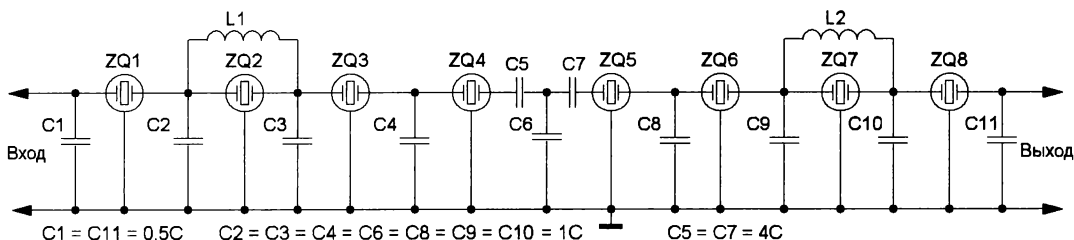

Рис. 3.5
Были собраны макеты фильтров на двух, трёх, четырёх, шести и восьми резонаторах в соответствии со схемами, показанными на **рис. 3.1—рис. 3.5** соответственно. Им были даны условные названия по числу резонаторов: QF2, QF3, QF4, QF6 и QF8.
На практике при расчёте лестничных фильтров используют понятие "номинальная ёмкость" (в схемах на рис. 3.1—рис. 3.5 это — C), которую рассчитывают по определённым формулам, в которые входят импеданс (Z), частота (F), ёмкость конденсаторов (C) и подобранный корректирующий коэффициент (k). Такие формулы имеют обобщённый вид  $C = k/(Z \cdot F)$ , и с достаточной точностью для фильтров на частоту 30...70 МГц и импедансом 50...240 Ом можно использовать формулу  $C = 220000/(Z \cdot F)$ , где C — в пикофарадах; Z — в омах; F — в мегагерцах. В схемах на основе этой номинальной ёмкости всем конденсаторам придадут свой множитель (обычно 0,3...10), как это сделано в указанных схемах. Это удобно тем, что в схеме можно указать распределение ёмкостей конденсаторов для получения некоторого типа АЧХ и легко пересчитать варианты. На частотах до 10...20 МГц эта формула проверена и "работает" отлично, поскольку погрешность резонаторов на порядок